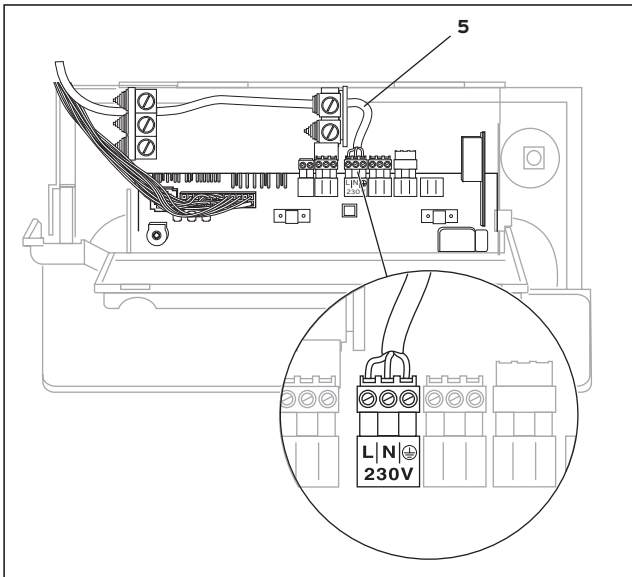
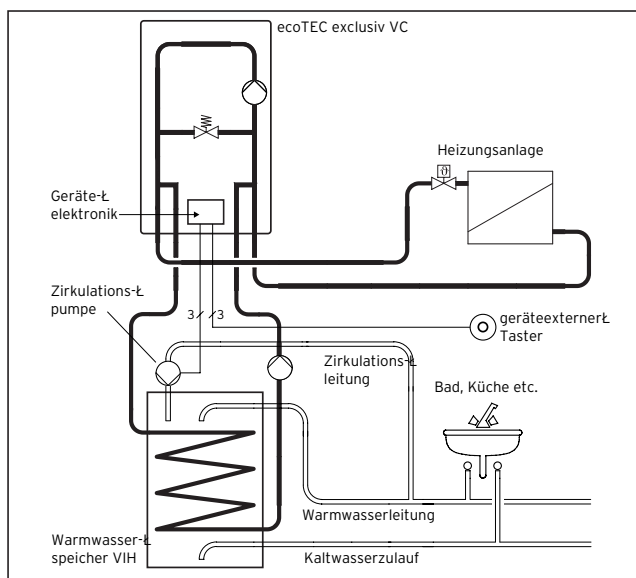

Abb. 4.16 Beispiel für Kabeleinführung
Abb. 4.17 Bedarfsabhängige Ansteuerung einer Zirkulationspumpe
- Nehmen Sie die Frontverkleidung des Gerätes ab und klappen Sie die Elektronikbox (1) nach vorn.
- Clipsen Sie den hinteren Deckel (2) der Elektronikbox an den Stellen (3) aus und klappen Sie den Deckel hoch (s. Abb. 4.16).
- Führen Sie die Anschlussleitungen der jeweiligen, anzuschließenden Komponenten durch die Kabelführungen (4) links an der Geräteunterseite.
- Führen Sie anschließend die Anschlussleitungen (5) in die Elektronikbox ein und längen Sie die Leitungen ab (s. Abb. 4.17).
- Führen Sie anschließend die Anschlussleitungen (5) in die Elektronikbox ein und längen Sie die Leitungen ab (s. Abb. 4.16).
Die Elektronik des ecoTEC VC 466/2-E bietet die Möglichkeit, die Zirkulationspumpe eines Warmwasserspeichers bedarfsgerecht (ähnlich wie ein Treppenlichtautomat) anzusteuern (s. Abb. 4.17).